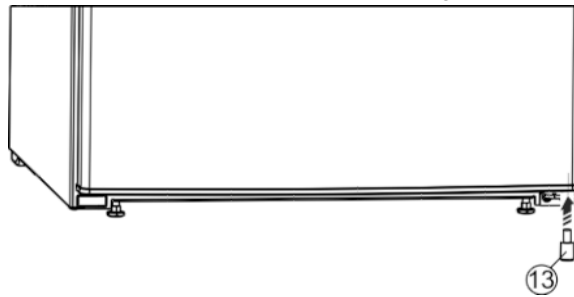

Fig. 8
- ▶ Ievietojiet spraisli Fig. 8 (13) atpakaļ labajā pusē apakšā durvīs, jo tas ir svarīgi ierīces stabilitātei.